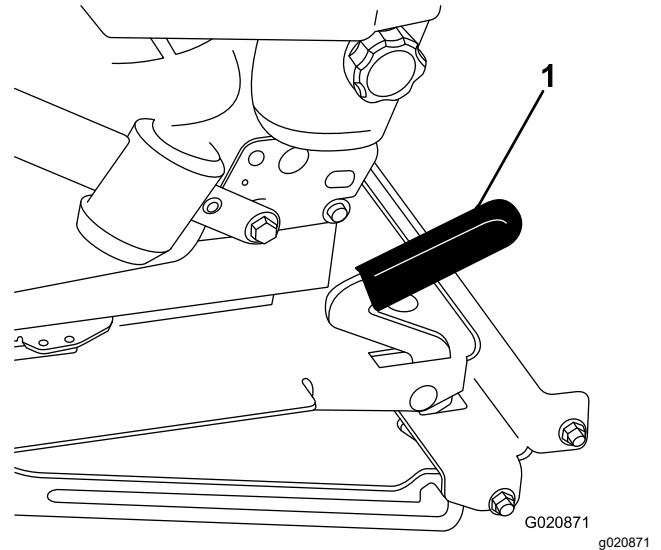

Figura 15
2. Tire del enganche del asiento hacia adelante y levante para desenganchar el asiento (Figura 15).